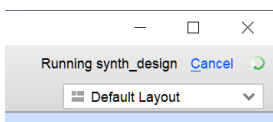

図 11.15 プロジェクトの作成および論理合成の手順 14
14) 論理合成実施中はウィンドウ右上の表示がこのような表示となる (図 11.15)。処理が完了するまで待機する。